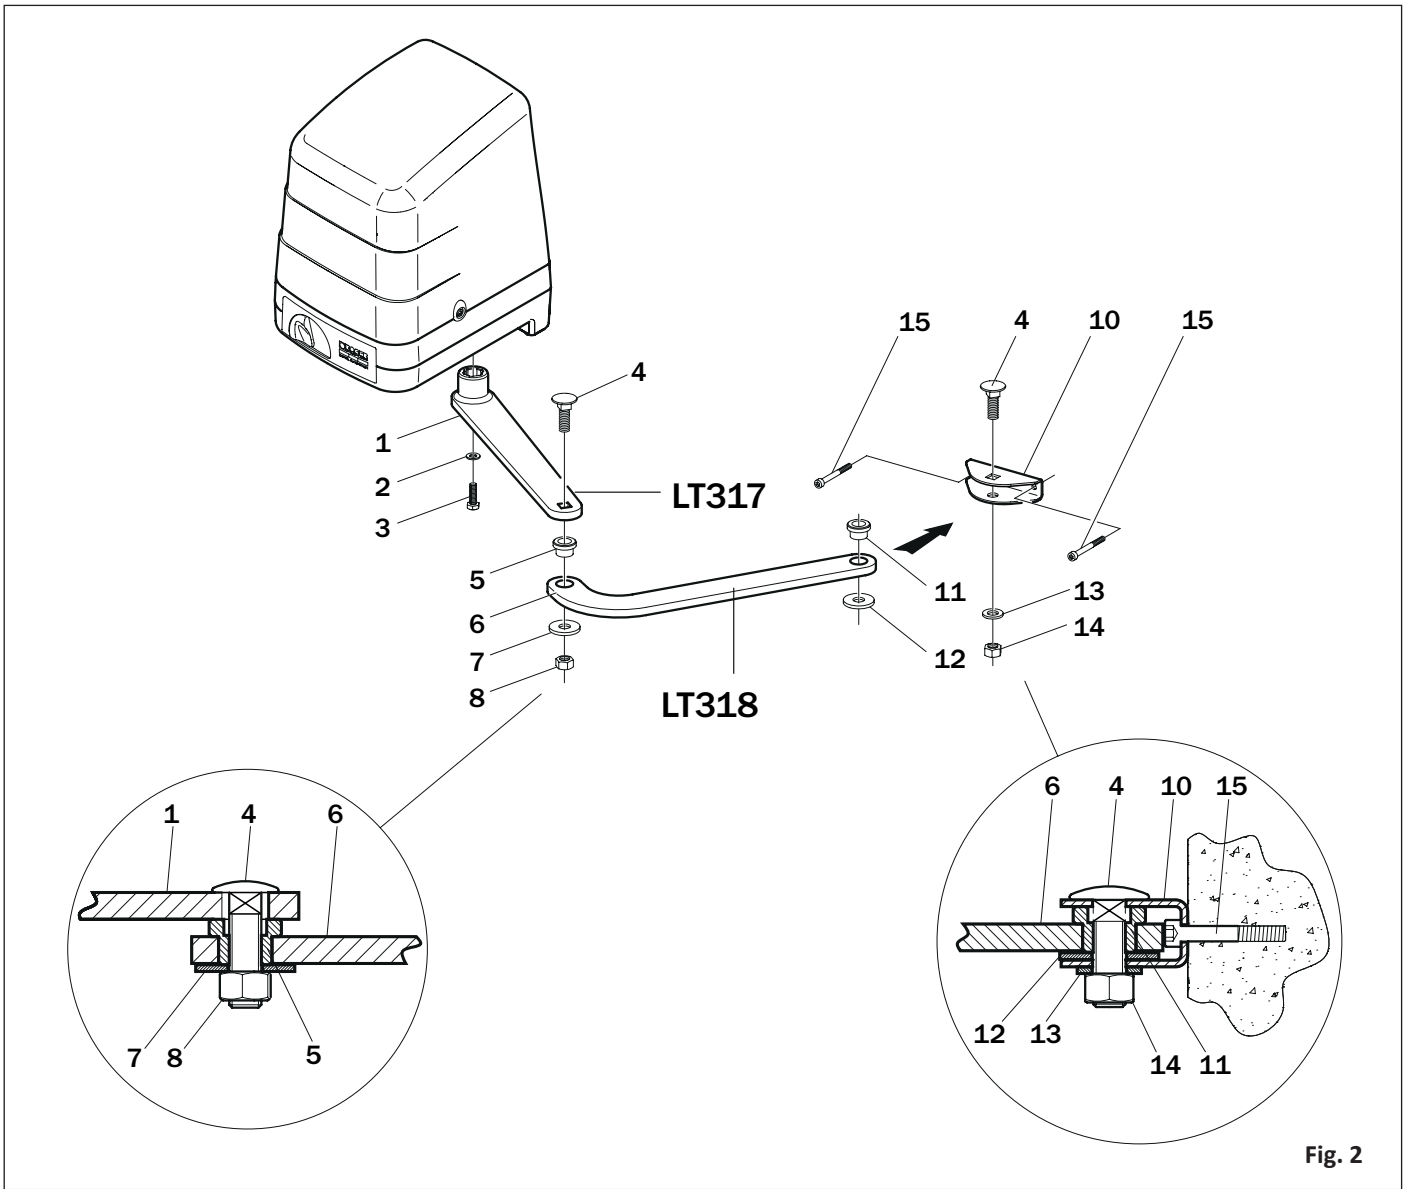
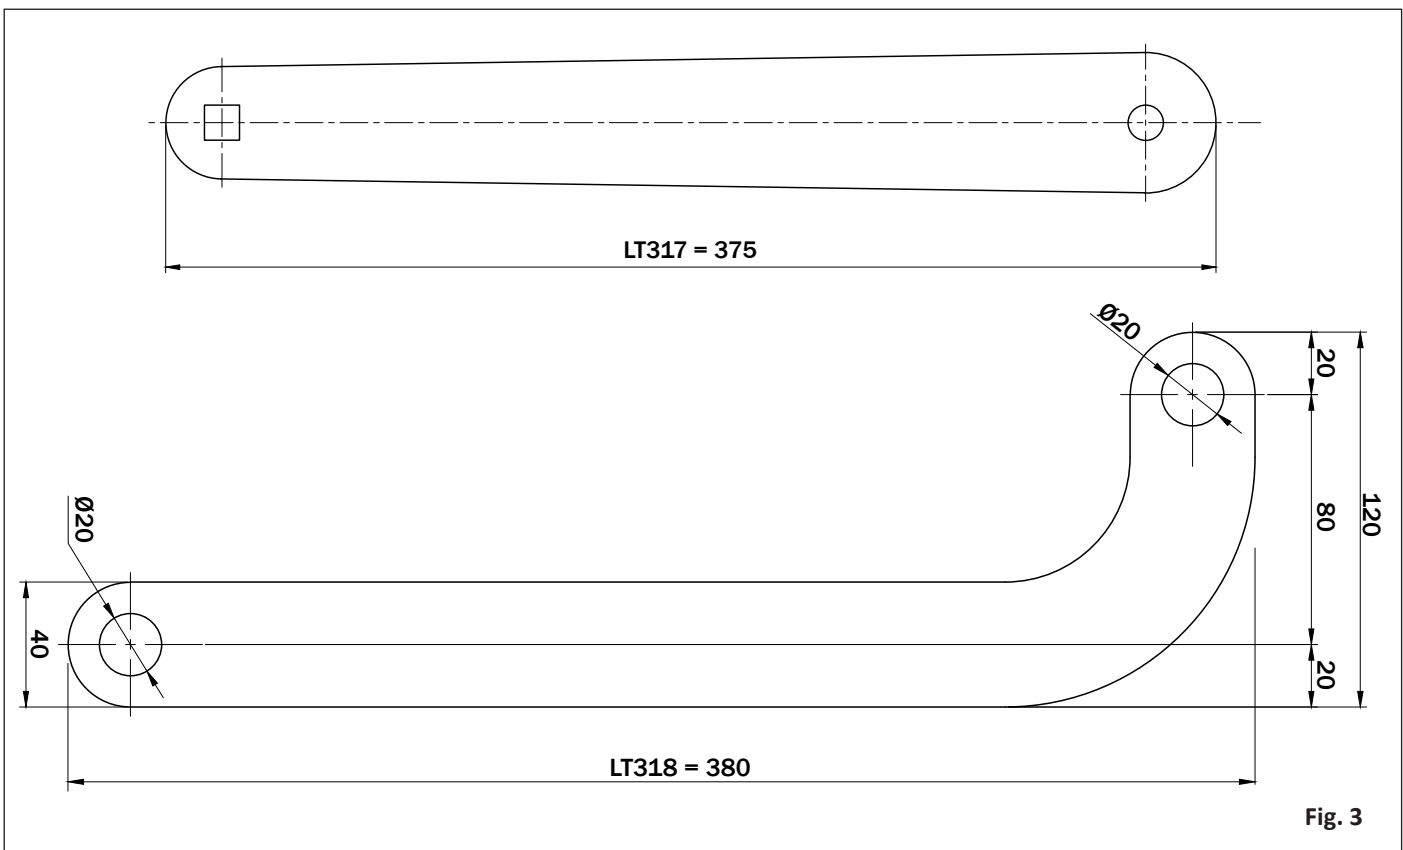

Fig. 2
Fig. 3
- Assemblare i bracci snodati (fig. 3) come da sequenza indicata in fig. 2 e fissarli alla staffa anteriore KT218 lubrificando i punti di rotazione.
- Assemble the articulated arms (fig. 3) in the sequence indicated in fig. 2 and fasten to the front bracket KT218, lubricating the pivot points.
- Die Gelenkarme (Abb. 3) in der in Abb. 2 gezeigten Folge zusammensetzen und am vorderen Bügel KT218 befestigen, dabei die Drehpunkte schmieren.
- Assembler les bras articulés (fig. 3) selon la séquence indiquée en fig. 2 et les fixer à l'étrier avant KT218 en lubrifiant les points de rotation.
- Monte los brazos articulados (fig. 3) según lo indicado por la secuencia en la fig. 2 y fíjelos al soporte delantero KT218 lubricando los pivotes de rotación.
- Monte os braços articulados (fig. 3) de acordo com a sequência indicada na fig. 2 e fixe-os ao suporte dianteiro KT218 lubrificando os pontos de rotação.